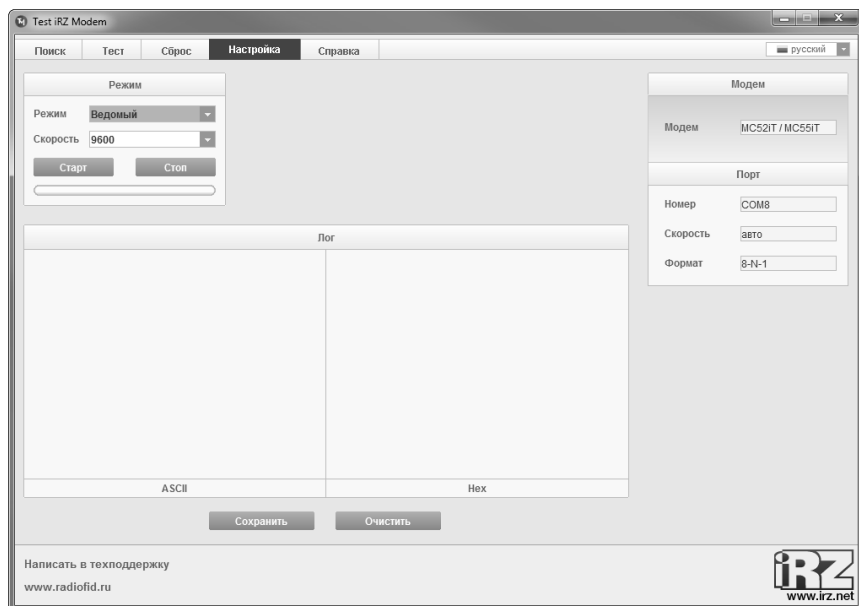

Рисунок 51 – Вкладка «Сброс» окна программы «Test iRZ Modem»
3.6.4.6.2.10. Перейти во вкладку «Настройка» окна программы «Test iRZ Modem» (рисунок 51). В области «Режим» в поле «Режим» необходимо выбрать настраиваемый модем: ведомый (подключен к адаптеру ЛИН-RS485/232) или ведущий (подключен к ПК). В поле «Скорость» задать значение «19200». Нажать кнопку «Старт».